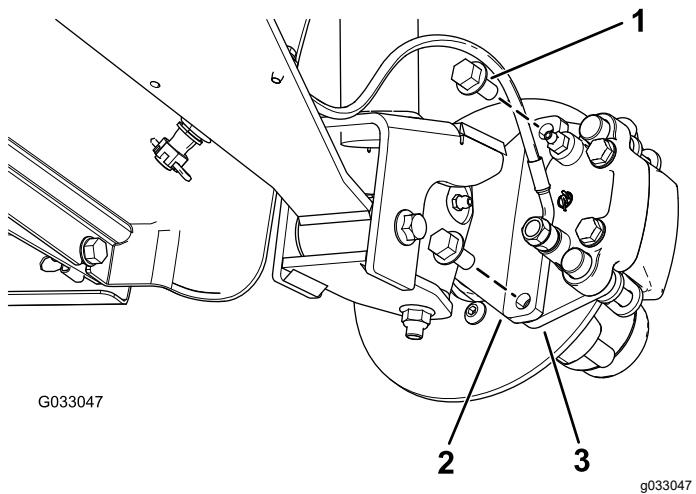
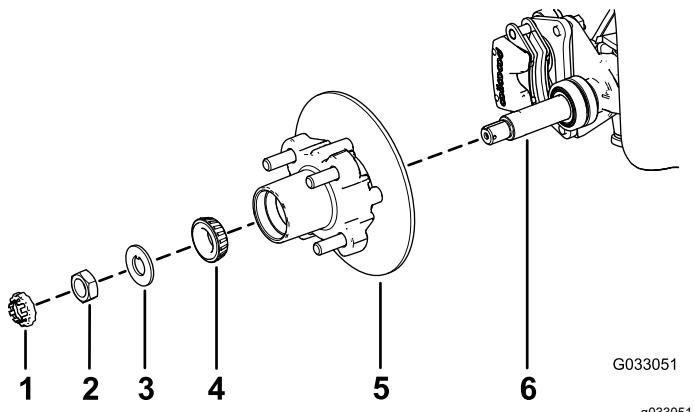

Figura 30
Figura 34
3. Retire os parafusos de cabeça flangeada ($\frac{3}{8} \times \frac{3}{4}$ pol.) que prendem o suporte para o conjunto dos travões ao eixo e afaste o travão do eixo (Figura 30).
- Aplique uma leve camada do lubrificante especificado no eixo (Figura 34).
- Monte o cubo e o rotor no eixo com o rotor interior (Figura 34).
- Monte o rolamento exterior no eixo e coloque o rolamento na correia exterior (Figura 34).
- Monte a anilha com patilha no eixo (Figura 34).
- Enrosque a porca do eixo no eixo e aperte a porca com 15 N·m, enquanto roda o cubo para assentar o rolamento (Figura 34).
2. Alinhe as pastilhas dos travões com cada lado do rotor (Figura 30) e os orifícios no suporte da pinça com os orifícios na montagem dos travões da estrutura do eixo (Figura 34).
3. Prenda o suporte da pinça à estrutura do eixo (Figura 30) utilizando os dois parafusos de cabeça flangeada ($\frac{3}{8} \times \frac{3}{4}$ pol.).